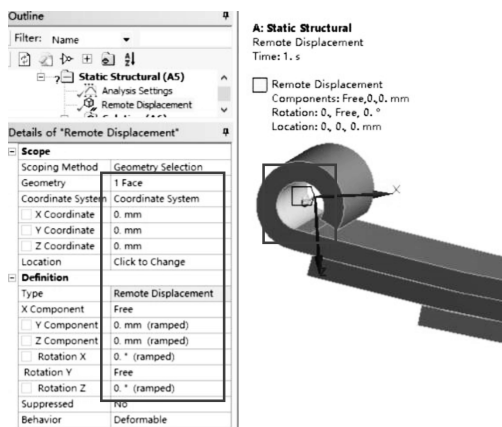

图 1-10 左端卷耳轴心面远端位移约束
(1) 在导航树上单击【Structural (A5)】。
(2) 为主片钢板弹簧左端卷耳轴心面施加远端位移约束：在 Mechanical 标准工具栏中单击，选择 Main.1 左侧内表面，然后在环境工具栏中单击【Supports】→【Remote Displacement】，【Remote Displacement】→【Details of “Remote Displacement”】→【Scope】→【Coordinate System】= Coordinate System，【X Coordinate】= 0mm，【Y Coordinate】= 0mm，【Z Coordinate】= 0mm；【Definition】→【X Component】= Free，【Y Component】= 0mm，【Z Component】= 0mm，Rotation X = 0°，Rotation Y = Free，Rotation Z = 0°，其他默认，如图 1-10 所示。
(3) 为主片钢板弹簧右端卷耳轴心面施加远端位移约束：在 Mechanical 标准工具栏中单击，选择 Main.1 右侧内表面，然后在环境工具栏中单击【Supports】→【Remote Displacement】，【Remote Displacement】→【Details of “Remote Displacement”】→【Scope】→【Coordinate System】= Coordinate System2，【X Coordinate】= 0mm，【Y Coordinate】= 0mm，【Z Coordinate】=